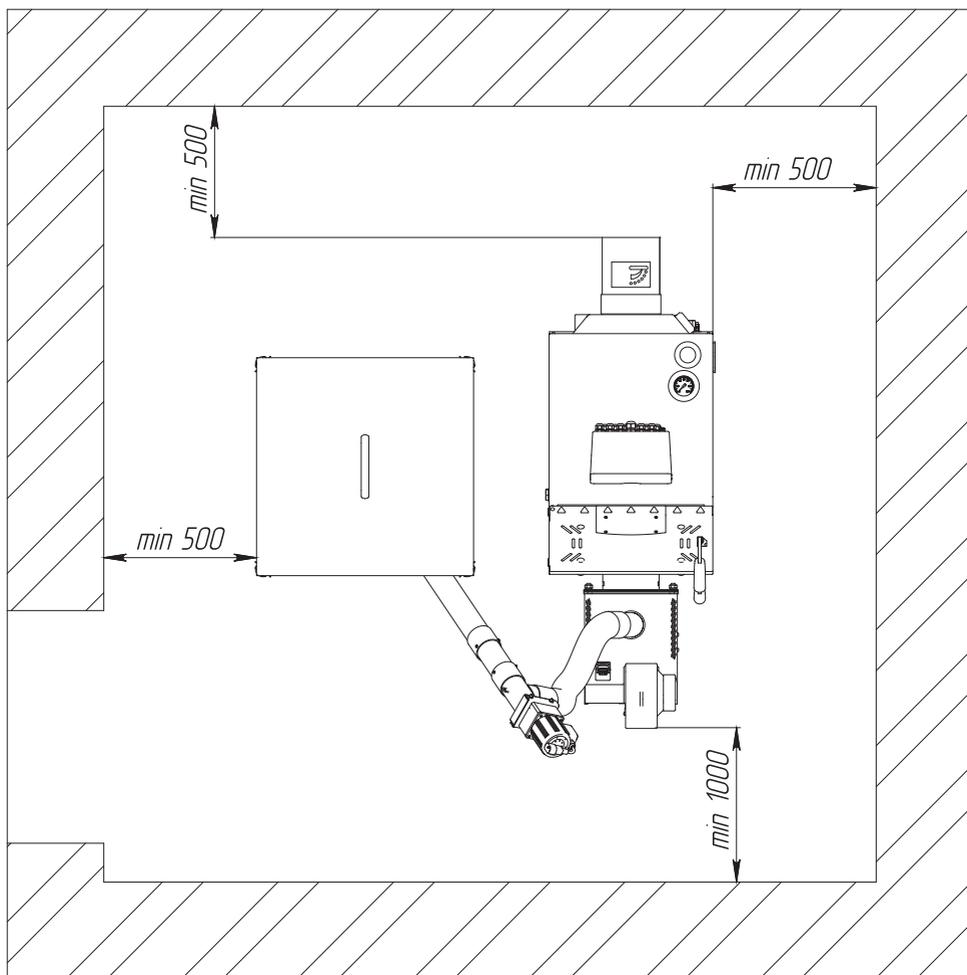

Рис.7 Расположение котельной установки в помещении
- Расположение котельной установки в помещении с учетом необходимого для обслуживания пространства (**см. Рис.7**);